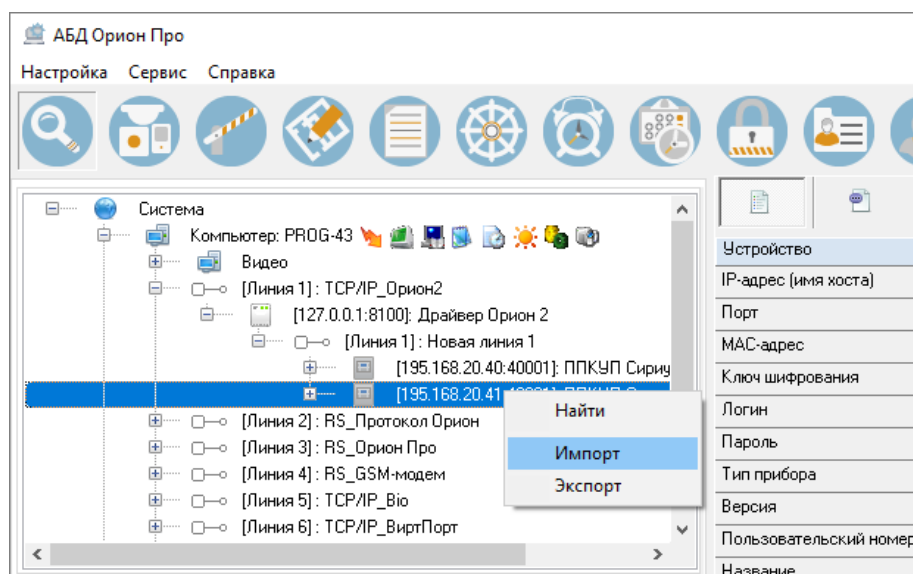

Рисунок 6-913 Инициализация импорта конфигурации ППКУП "Сириус" в БД через контекстное меню
- б) нажмите правой клавишей мыши на ППКУП «Сириус», для которого необходимо импортировать конфигурацию, после чего в появившемся контекстном меню выберите пункт «Импорт» (см. Рисунок 6-913);